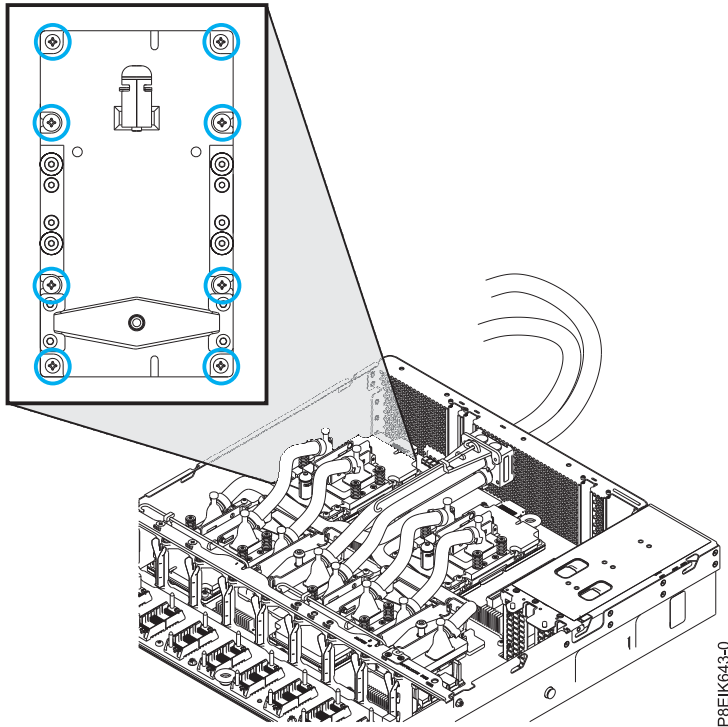

Figure 83. Remise en place de l'ensemble GPU sur son connecteur
3. Fixez le GPU en engageant les huit vis dans le fond de panier système (voir figure 83, à la page 70). Serrez les huit vis avec un tournevis cruciforme numéro 2. Prenez garde de ne pas endommager le fond de panier système avec la lame du tournevis.